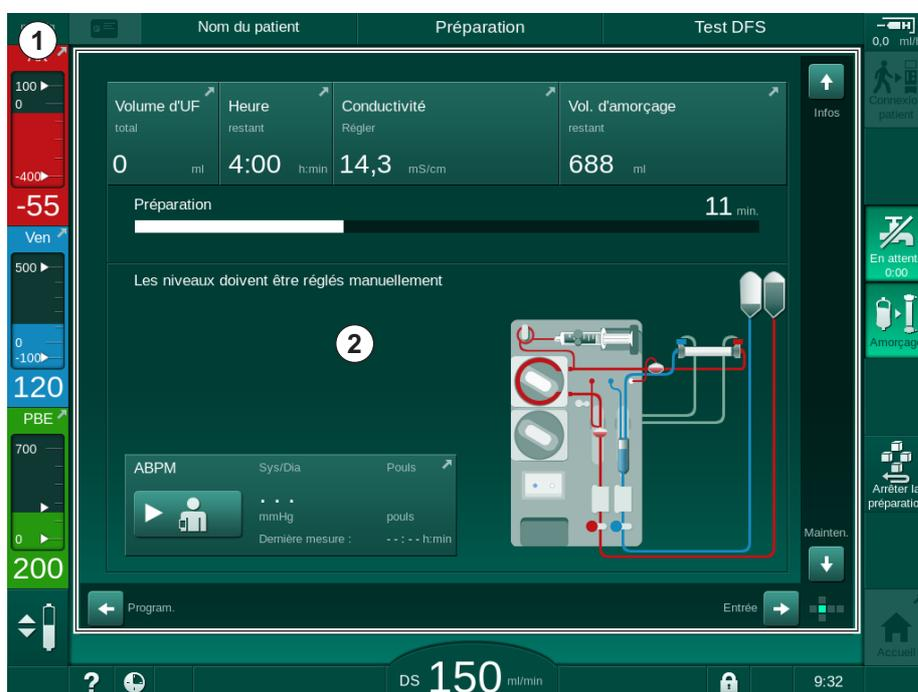

Fig. 3-11 Cadre et écran (cube)
Le cadre (Fig. 3-11, ①) est une zone fixe autour de l'écran ② du cube correspondant. Il montre les informations essentielles en fonction de la phase de fonctionnement de l'appareil et de la phase de traitement et contient plusieurs icônes.